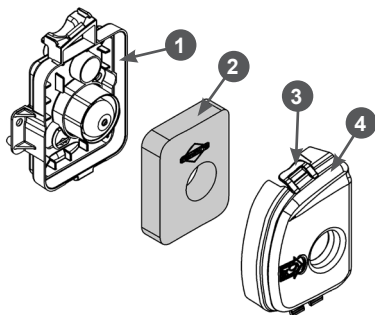

Рис. 18 Обслуживание воздушного фильтра
1. Нажмите на защёлку 3 и снимите крышку 4 воздушного фильтра (Рис. 18).
2. Извлеките из корпуса 1 фильтрующий элемент 2 (Рис. 18).
5. Произведите очистку крышки 4 и корпуса 1 воздушного фильтра, не допуская попадания пыли и грязи в воздуховод, ведущий к карбюратору (Рис. 18).